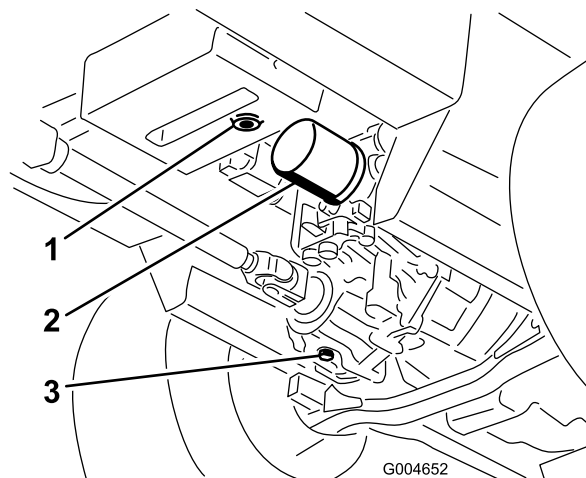

Рисунок 57
3. Поместите под гидравлический бак и картер трансмиссии большой поддон и удалите пробки; слейте всю гидравлическую жидкость (Рисунок 57).
4. Очистите область вокруг фильтра гидравлической жидкости и снимите фильтр (Рисунок 57).